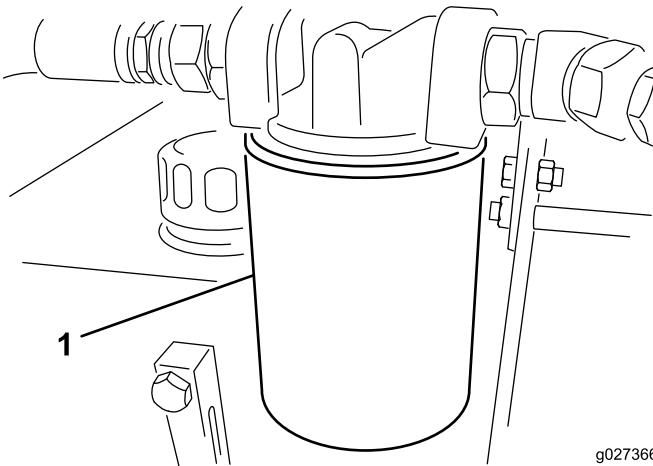

Figure 12
3. Placez un bac de vidange sous le filtre et enlevez le filtre (Figure 12).